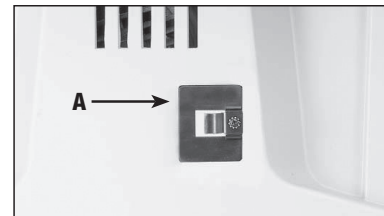
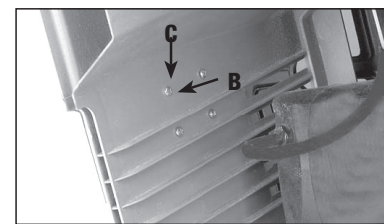

Fig. 21
Fig. 22
2. Ajuste el sujetador de la guía de inglete (A), Fig. 21, al lado izquierdo del gabinete de la sierra con cuatro tornillos M4 x 0,2 x 10 mm (B), Fig. 22 y arandelas planas de 4,75 mm [3/16"] (C) desde el interior del gabinete.